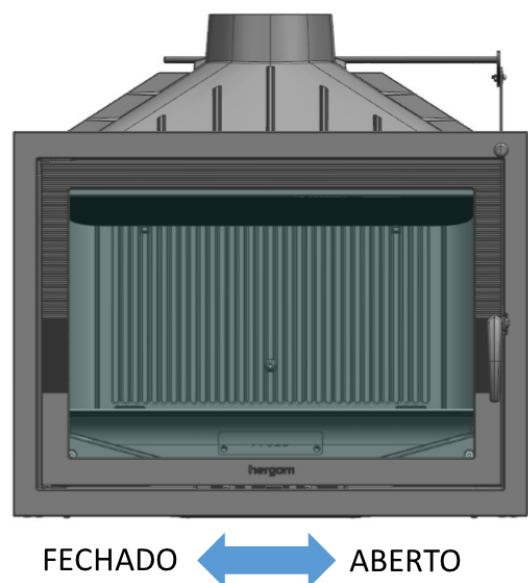

FIG. 4
Em geral, a posição intermédia é ótima, embora dependa da qualidade e da tiragem da chaminé instalada e do tipo de combustível utilizado (madeiras duras ou macias) (Fig. 4).
1. **Abra completamente a válvula de regulação de ar do aparelho (Fig. 4).**